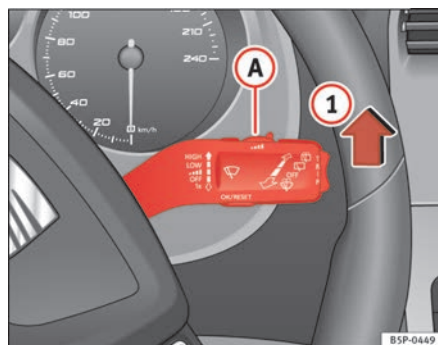

Fig. 86 Palanca del limpiaparabrisas
- Mueva la palanca del limpiaparabrisas hasta la posición **1** ⇒ fig. 86.